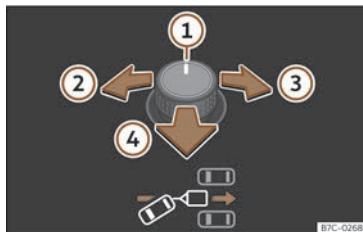
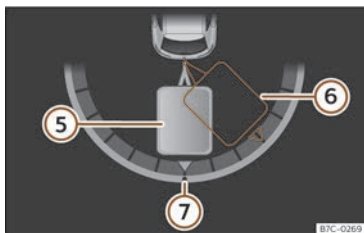

Fig. 144 Commande rotative des rétroviseurs extérieurs : régler l'angle de la remorque.
Fig. 145 Afficheur du combiné d'instruments : faire marche arrière.
Légende de la >>> fig. 144 , >>> fig. 145:
- Faites basculer la commande rotative jusqu'à la direction voulue >>> **fig. 144**. L'écran du combiné d'instruments affiche à titre d'information une représentation de l'ensemble du véhicule tracteur et de la remorque dans sa position actuelle >>> **fig. 145**.